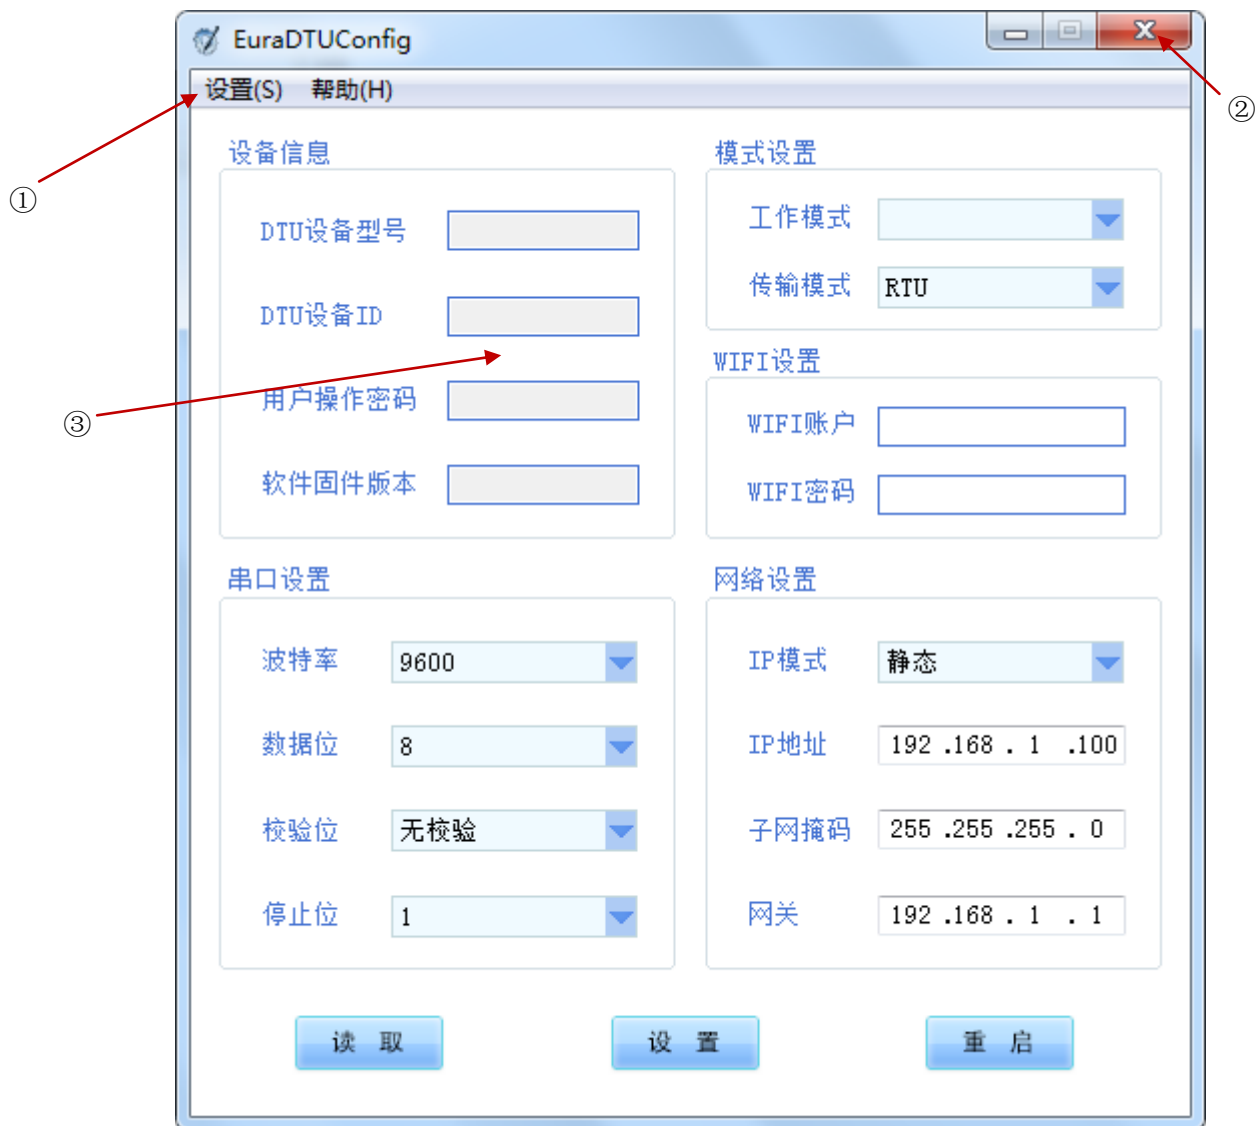

图 2-1 软件主界面
1) 用户首先鼠标双击 EuraDTUConfig.exe，弹出程序主界面窗口（如图 2-1 所示）；